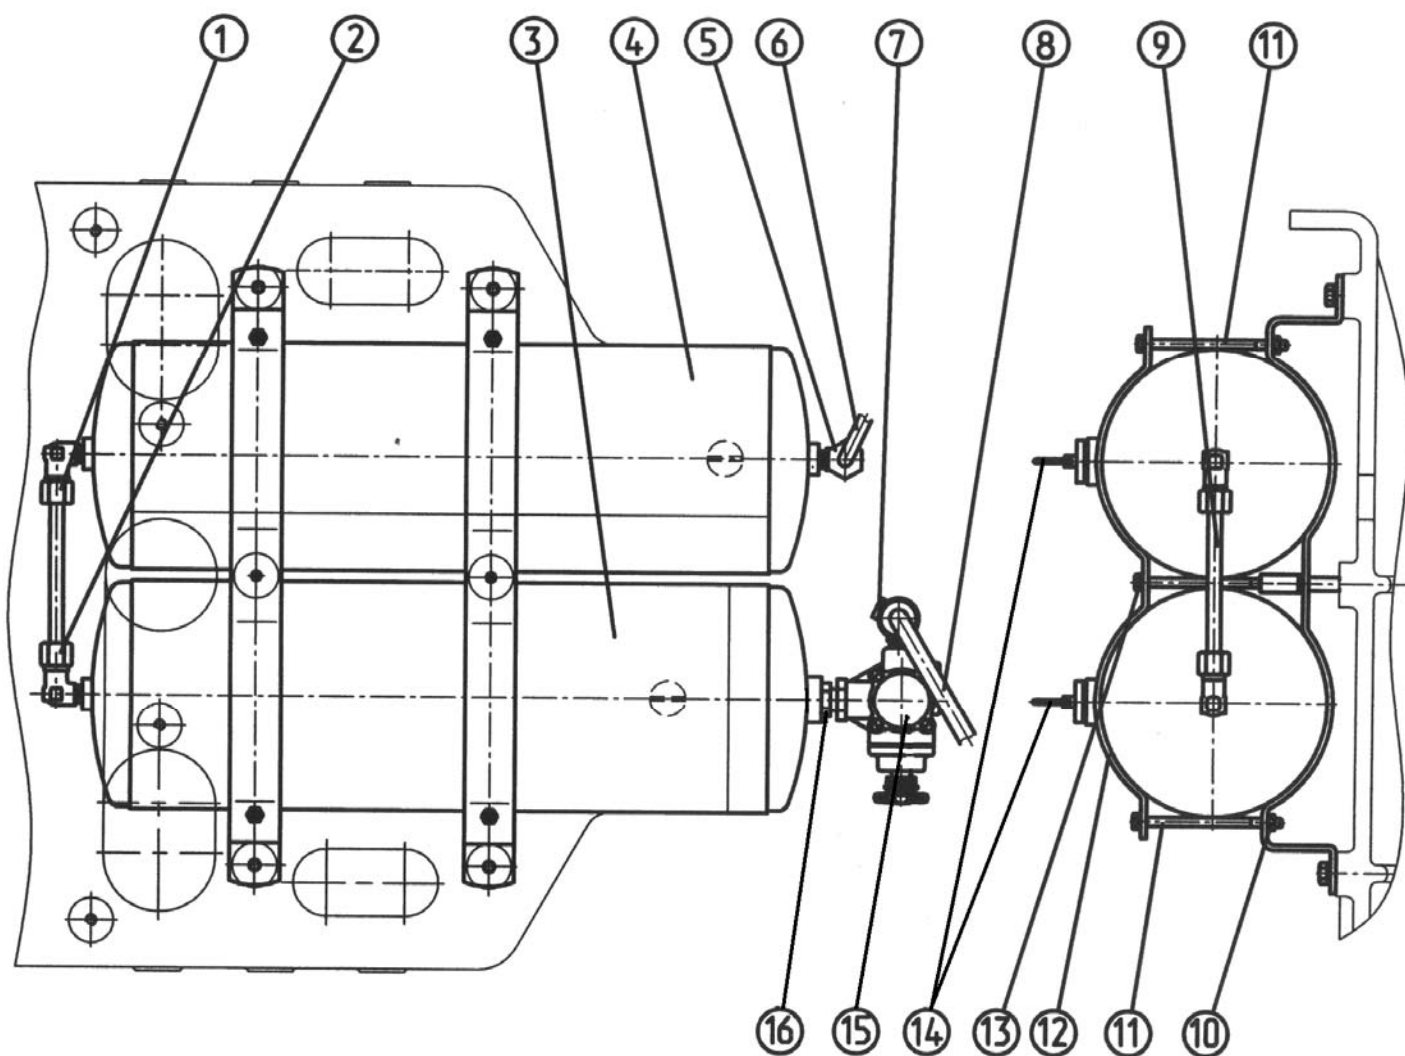

Рис.4.77 Комбинированный пневмопривод тормозов прицепа.
Внимание: Перед началом разборки составных частей пневмопривода тормозов прицепа необходимо удалить из системы сжатый воздух. Для этого потяните кольцо клапана удаления конденсата (14), (рисунок 4.77), вверх и на себя.
- 1.1) отверните накидные гайки (1), (2) и (5), (рисунок 4.77), снимите хомут (7);
- 1.2) отсоедините от баллонов (3) и (4), (рисунок 4.77), трубопроводы (6), (8) и (9);
- 1.3) отверните гайки (10), (рисунок 4.77), и болты (13);
- 1.4) извлеките болты (11), (рисунок 4.77), снимите хомуты (12);
- 1.5) снимите баллоны (3) и (4), (рисунок 4.77);
- 1.6) отверните контргайку (16), (рисунок 4.77), и отсоедините регулятор давления (15) от баллона (3).